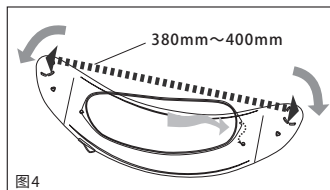
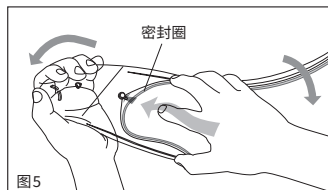

图4
图5
- 2-3 接着充分展开镜片(图4)，将SHOEI DRYLENS的另一侧也插入按扣(图5)。